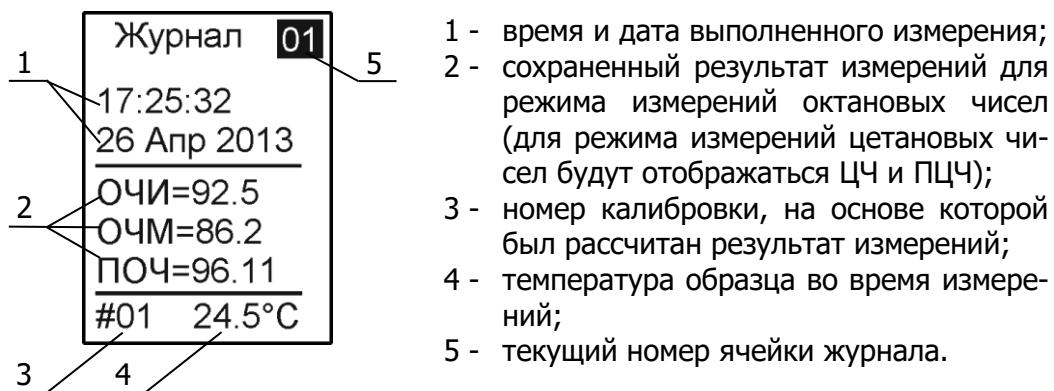

Рисунок 14 — Просмотр журнала
- нажатием кнопки **↔** войти в подменю и кнопками **↑**, **↓** выбрать желаемую для просмотра ячейку памяти (рисунок 14);